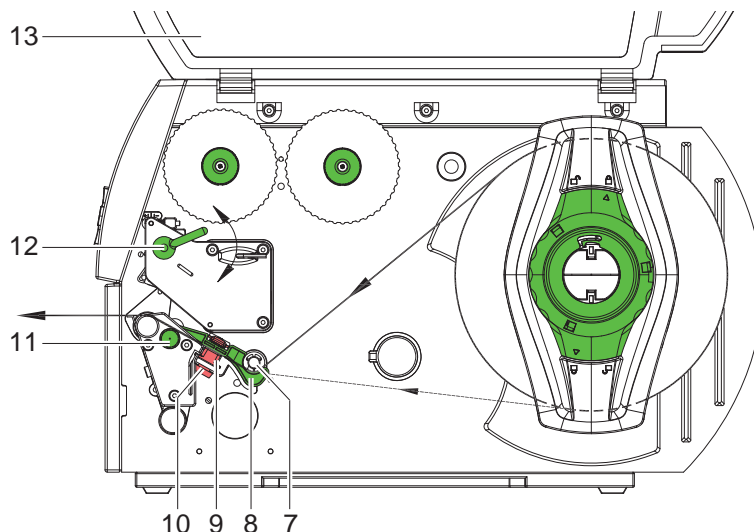

Рис. 7 Движение материала
- ▶ Немного ослабить рифленую головку (10, рис. 7) и расположить этикеточную фотоячейку путем сдвигания с помощью рифленой головки таким образом, чтобы датчик мог считывать пробел между этикетками, отражательную метку или высекаемую часть.
- ▶ Повернуть рычаг (12) в направлении по часовой стрелке, чтобы заблокировать печатающую головку.